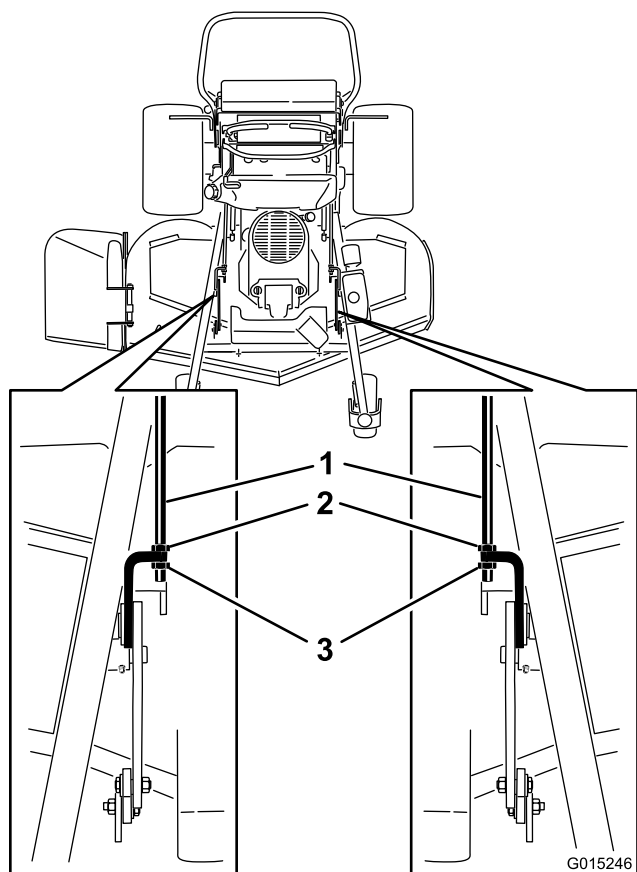

**Figura 85**
1. Coloque 3 blocos de madeira com 5 x 10 cm sob a plataforma do cortador como apresentado em Figura 85. Assente os blocos de 5 x 10 cm sobre o lado com 10 cm.